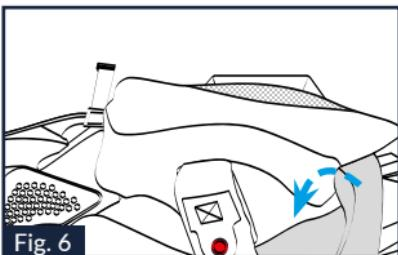

Fig. 6
5.4. Tirer la partie arrière du coussin de la mousse de joue de gauche vers l'intérieur du casque pour décrocher le bouton de fixation situé à l'arrière (Fig. 6).
12.3. Introduire la jugulaire dans le passage prévu dans le rembourrage de la mousse de joue et appuyer au niveau du bouton arrière de fixation se trouvant au dos pour l'accrocher à son logement sur la mousse de joue en polystyrène (Fig. 6).